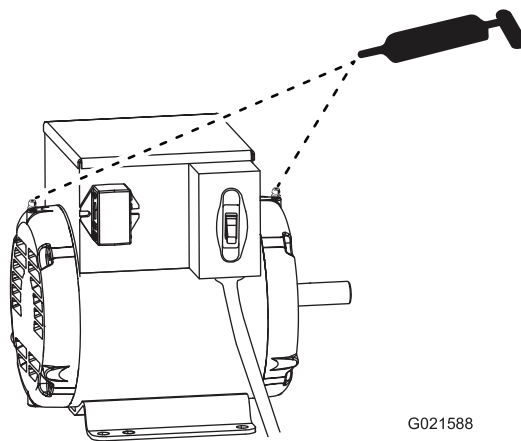

Figura 32
2. Bombee una o dos aplicaciones de grasa en cada engrasador (Figura 32).